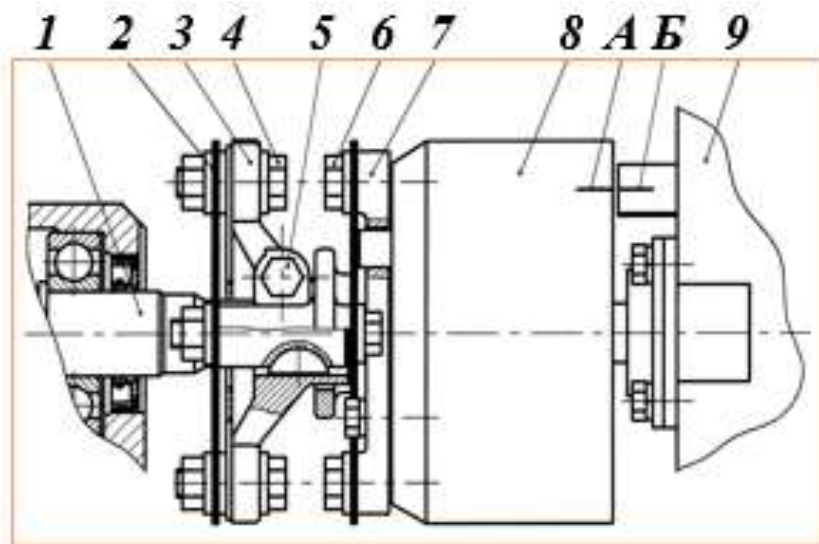

Рисунок 5.14. Вал привода топливного насоса
- Проверить плотность посадки полумуфты 3 на валу привода 1 и затяжку клеммового болта 5 (момент затяжки $43,2-58,9 \text{ Н*м}$ ($4,4-6 \text{ кгс*м}$)) (рис. 5.14).
- Отвернуть (ослабить) два болта 4 и поворотом муфты опережения за счет овальных отверстий на фланце полумуфты совместить метки «А» и «Б» (рис. 5.14).